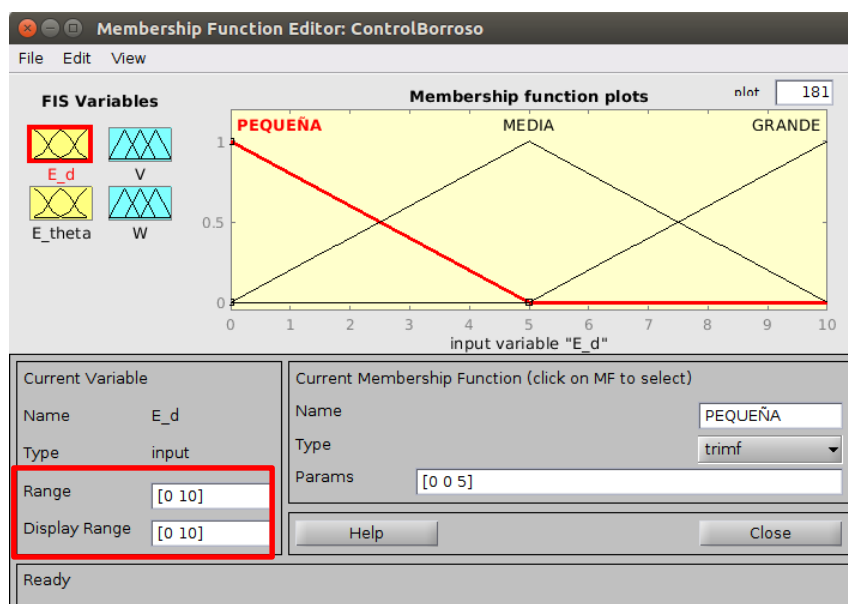

Figura 6. Ajuste de los rangos de las variables de entrada.
- ii. Ajuste las variables de entrada para que dispongan de los siguientes rangos (véase Figura 6):